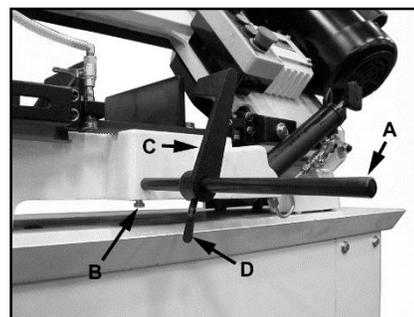

Рис.4
Установите упорный стержень (А, Рис. 4) на станину станка и затяните установочный винт (В). Проденьте упор заготовки (С) через стержень и зафиксируйте винтом-барашком (D).